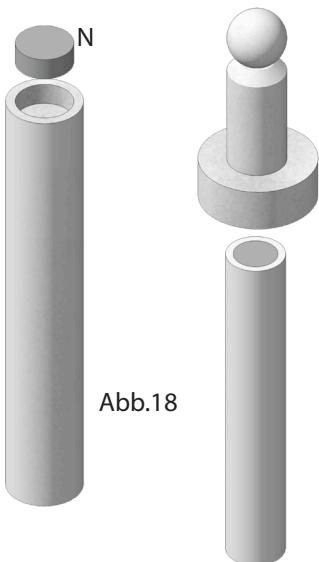

Abb.18
18. In das übrige lange Rundstabstück (120mm) an einem Ende mittig eine 6mm tiefe Bohrung mit $\varnothing 15\text{mm}$ bohren. In diese Bohrung den zweiten Scheibenmagnet (12) einleimen. Siehe Abbildung 18